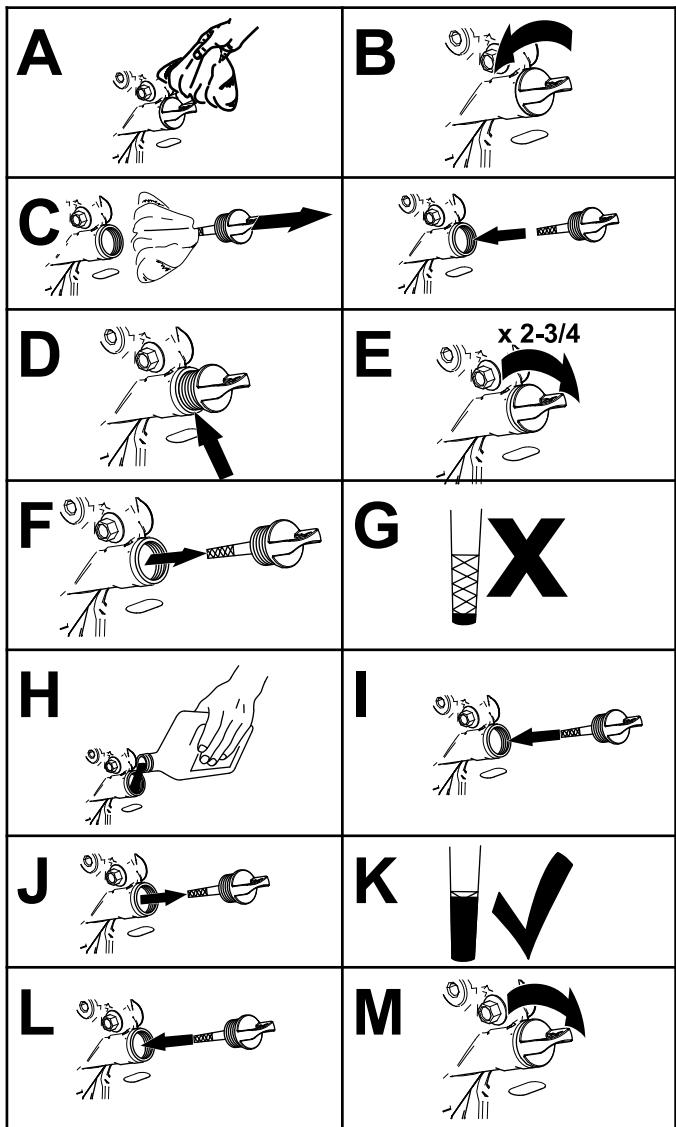

Figure 35
- Contrôlez le niveau d'huile moteur, comme montré à la Figure 35.